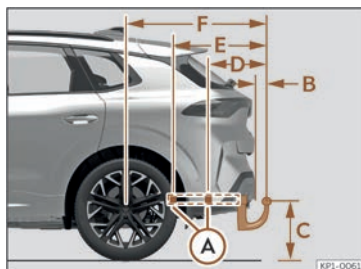

Fig. 199 Dispozitiv de remorcă: dimensiuni și puncte de fixare.
Distanța dintre centrul capului bilei și suprafața drumului >>> **fig. 199 (C)** nu trebuie să fie niciodată mai mică decât cea menționată. Acest lucru este valabil și dacă autovehiculul este încărcat la sarcină maximă, inclusiv sarcina verticală maximă admisă din punct de vedere tehnic pe cupla de remorcă.